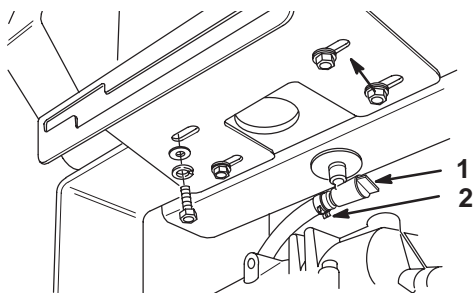

Bild 33
2. Schließen Sie den Kraftstoffhahn unter dem Kraftstofftank (Bild 33).
3. Drücken Sie die Enden der Schlauchklemme zusammen und schieben sie an der Kraftstoffleitung weg vom Kraftstoffhahn (Bild 33).
4. Ziehen Sie die Kraftstoffleitung vom Kraftstoffhahn (Bild 33). Öffnen Sie den Kraftstoffhahn und lassen Sie den Kraftstoff in einen Benzinkanister oder ein Auffanggefäß ablaufen.
6. Öffnen Sie den Kraftstoffhahn unter dem Kraftstofftank (Bild 33).